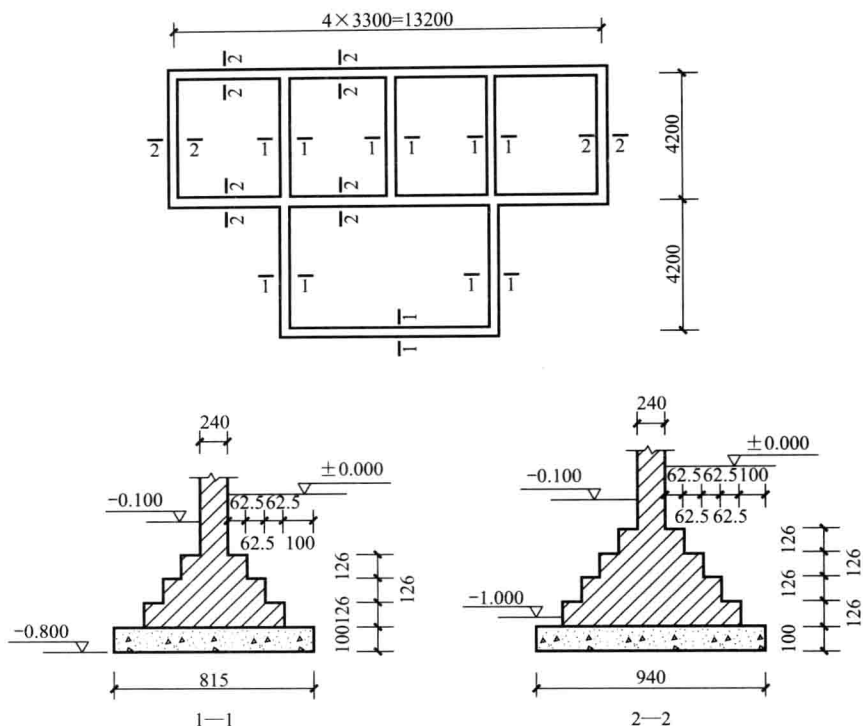

图 1-4 基础示意图
**【例 1-5】** 某建筑物的基础如图 1-4 所示，计算挖地槽工程量。
**【解】** (1) 2013 清单与 2008 清单对照 (表 1-1)